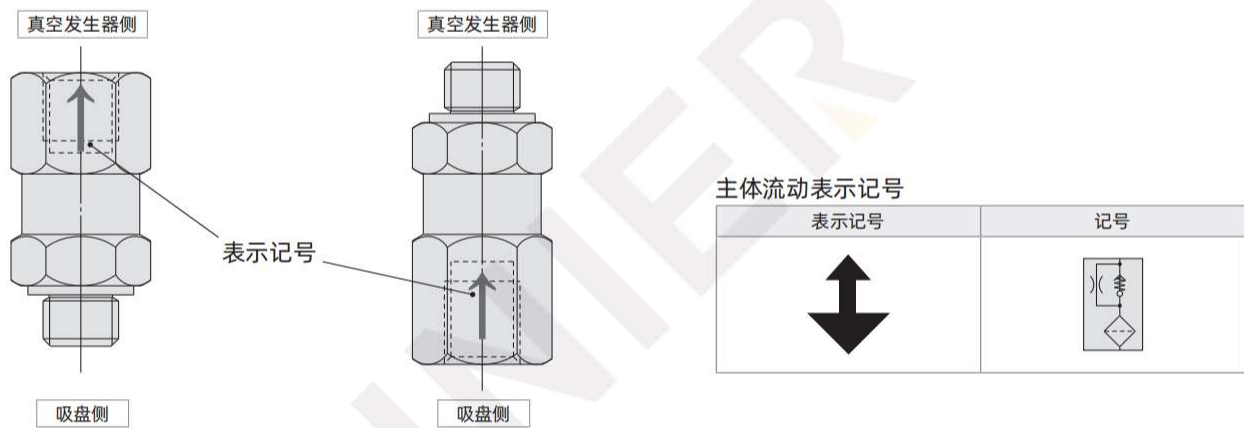

图 1. 安装方向
- ③ 本产品不可分解。分解、再组装后，将不能满足最初性能。
- ④ 本产品的吸盘侧与真空发生器侧的配管请不要搞错。（参见图 1）